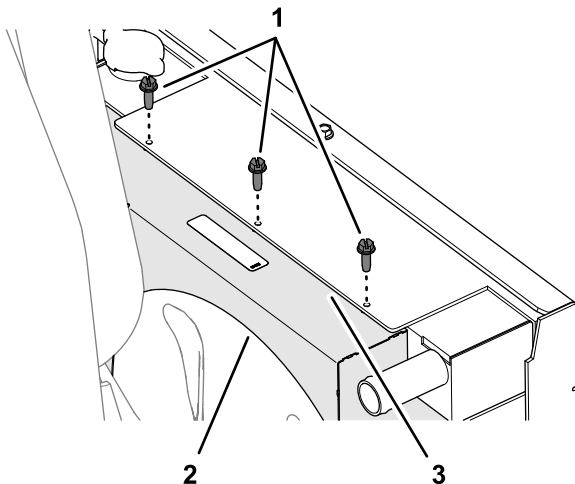

Bild 36
7. Befestigen Sie die obere Lüfterverkleidung am Kühler/Ölkühler (Bild 36) mit drei Blechschrauben ($\frac{1}{4}'' \times \frac{3}{4}''$).